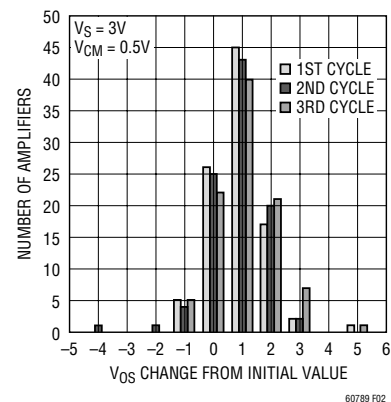

図2. LTC6078MS8のVOSの熱ヒステリシス
-45 $^{\circ}$ C~90 $^{\circ}$ Cの3回の熱サイクルに対する、LTC6078MS8の入力オフセットのヒステリシスを図2に示します。3サイクル後の標準的オフセット・シフトはわずか1 $\mu$ Vです。